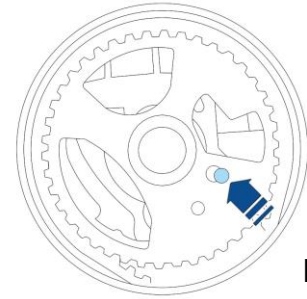

Fig. 1
- Comprobar que el pasador de bloqueo del árbol de levas se haya introducido correctamente (Fig. 1).